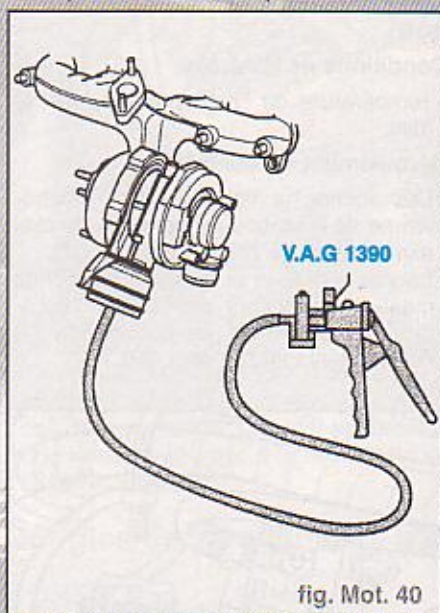

fig. Mot. 40
- raccorder la pompe à vide à main VAG 1390 au clapet de régulation de la pression de suralimentation et contrôler la mobilité de la tringlerie (fig. Mot. 40)